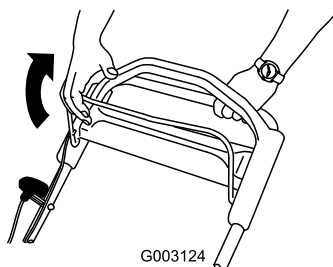

Рисунок 22
- Потяните штангу управления ножом в направлении рукоятки (Рисунок 22).